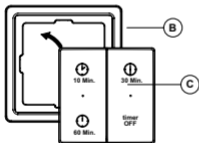

Fig 5.
2. Indien nodig: Plaats de schakelaar C in het frame B (fig. 5) en duw op de schakelaar totdat deze vast klikt.